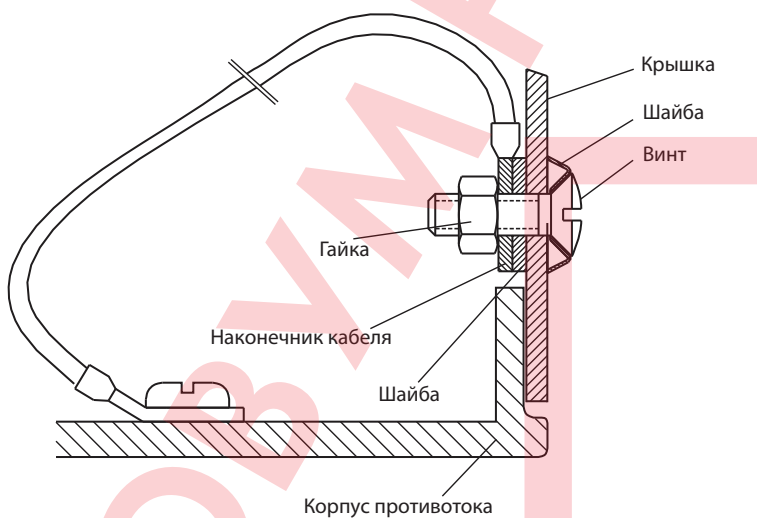

Рис.5
5.13 Закрепите крышку на корпусе противотока, см. рис.5